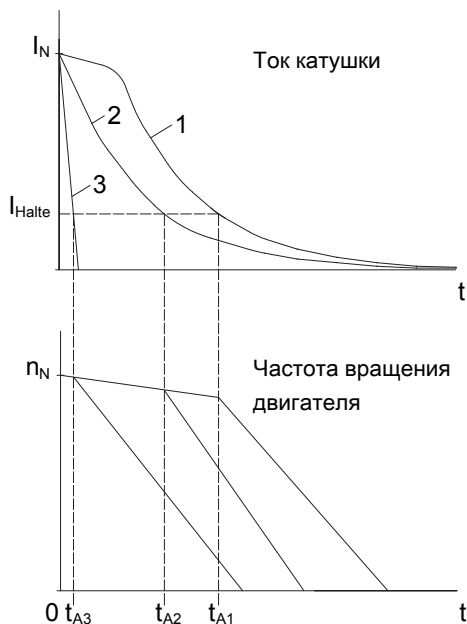

Рис. 3. Принципиальная характеристика тока тормозной катушки и частоты вращения двигателя при отключении по сети переменного (1, 2) и постоянного (3) тока
- а) Питание выпрямителя от клеммной панели двигателя (рис. 3, кривая 1)
- б) Отдельное питание выпрямителя (рис. 3, кривая 2)
#### 4.1.2.2 Обрыв электрической цепи постоянного тока магнитной катушки (рис. 3, кривая 3)